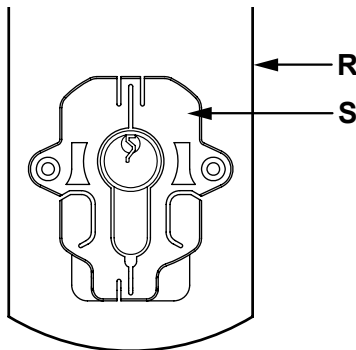

Abb. 6: Befestigungssockel mit Türblatt
- Lösen Sie die Schrauben (**A**) zum Befestigungssockel (**S**) (s. Abbildung 6) links und rechts am Türschlossantrieb mithilfe des im Lieferumfang enthaltenen Innensechskantschlüssels.